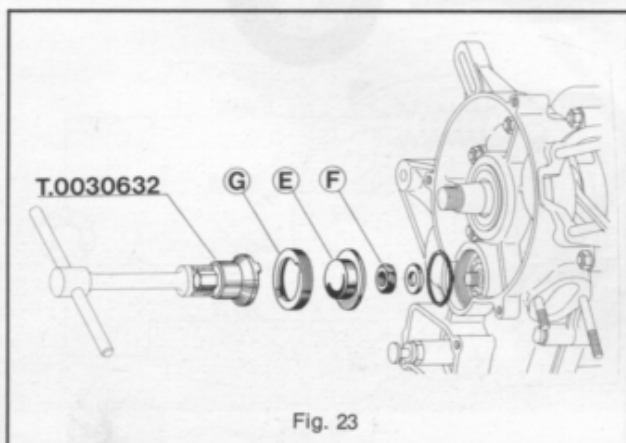
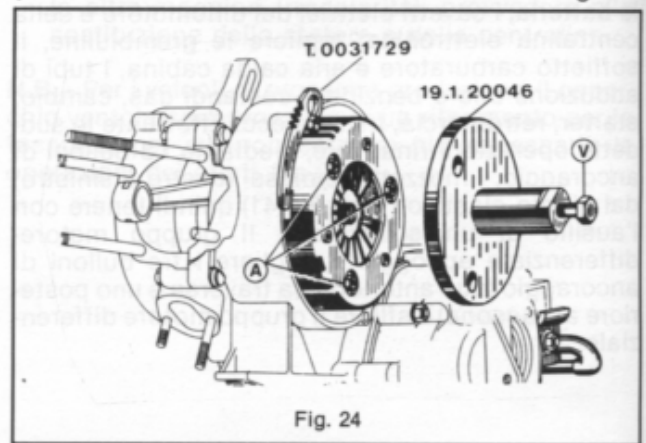

Fig. 23
Fig. 24
Fig. 23 - **Ghiera di bloccaggio scodellino e dado perno ingranaggio multiplo:** con la specifica chiave T. 0030632 sbloccare la ghiera «G» e togliere lo scodellino «E». Smontare il coperchio frizione e con la chiave T. 0031729 bloccare il gruppo (come indicato in fig. 24) quindi con una chiave a T di mm. 19 svitare il dado «F» del perno ingranaggio multiplo.
Fig. 24 - **Gruppo frizione:** bloccare il gruppo con l'apposita chiave T. 0031729 e svitare il dado di bloccaggio. Applicare, mediante le 3 viti «A» di bloccaggio lamine, l'estrattore 19.1.20046 e agire sulla vite centrale «V» fino ad estrazione avvenuta del gruppo; se ciò non avviene è necessario agire mediante colpi di mazzuolo sulla periferia della scatola frizione fino a provocare l'allentamento del cono e quindi l'estrazione del gruppo frizione stesso.
**Avvertenza** - Nelle operazioni di smontaggio sopra descritte la estrazione delle 3 viti «A» (fig. 24), necessaria per l'applicazione dell'estrattore, determina automaticamente la caduta delle relative rondelle «Z» (fig. 25) all'interno del gruppo frizione. In conseguenza di ciò è **assolutamente indispensabile**, prima di procedere al rimontaggio, recuperare, dall'interno del gruppo frizione, le tre rondelle «Z» e riposizionarle correttamente come indicato in fig. 25.